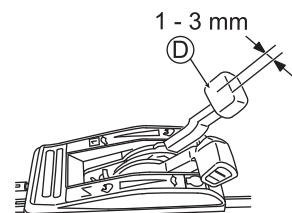

Fig. 26
Réglez le jeu du levier de changement de vitesse (D) à 1 - 3 mm ainsi qu'ilustré dans la Fig. 26.
3. Démarrez le moteur et vérifiez que la vitesse de tonte change lorsque vous activez le levier de changement de vitesse (D).